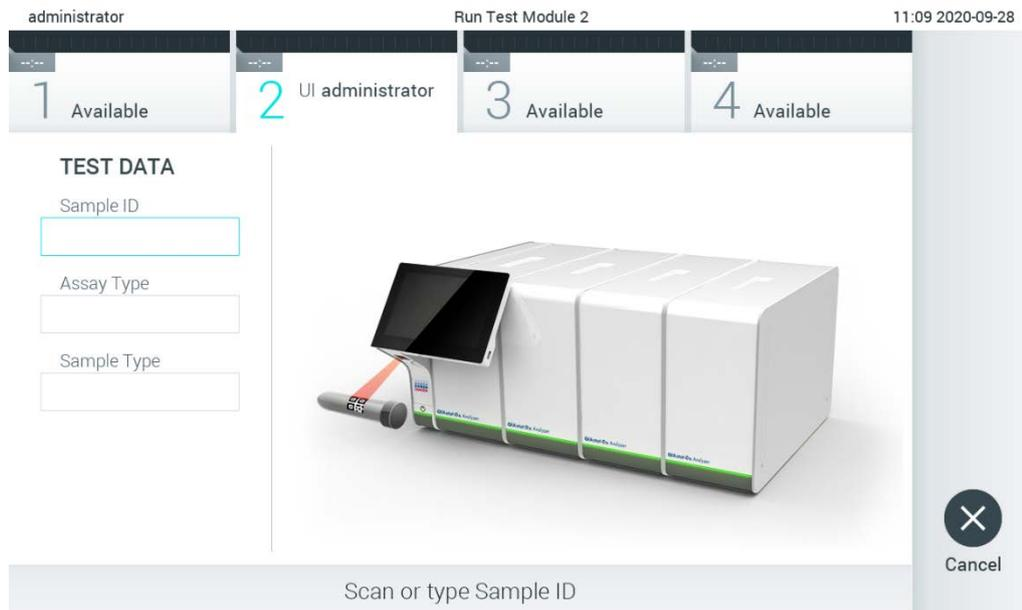

Figura 81. Scansione del codice a barre dell'ID campione.
2. Quando richiesto, eseguire la scansione del codice a barre dell'ID campione utilizzando il lettore di codici a barre integrato nel modulo operativo (Figura 81).